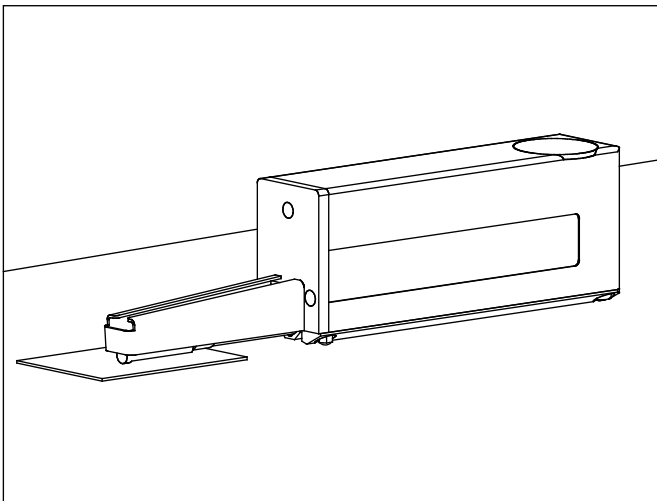

Abb. 5
- Bei kleinen, flachen Messobjekten (Höhe max. 4 mm) wird das Vorschubgerät so aufgestellt, dass der Taster über das Messobjekt ragt und mit Hilfe der automatischen Höheneinstellung auf die zu messende Fläche abgesenkt werden kann (s. Abb. 5).